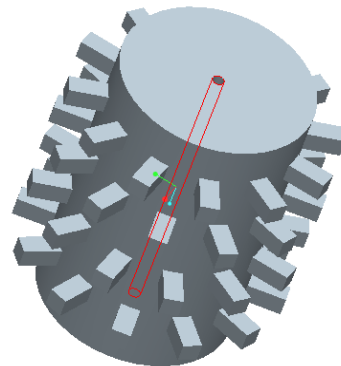

図 13-37 直径 6mm の穴の形成
- 「フィーチャー完了」 をクリックすると以下の図 13-37 ように穴が形成される (同図はデータム平面などを非表示にして示している).